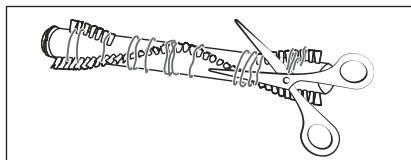

Fig. 31
- 4) Coupez les fils et les cheveux le long des poils du rouleau brosse **21** à l'aide de ciseaux (voir fig. 31). Retirez les fils et les cheveux du rouleau de la brosse **21**.